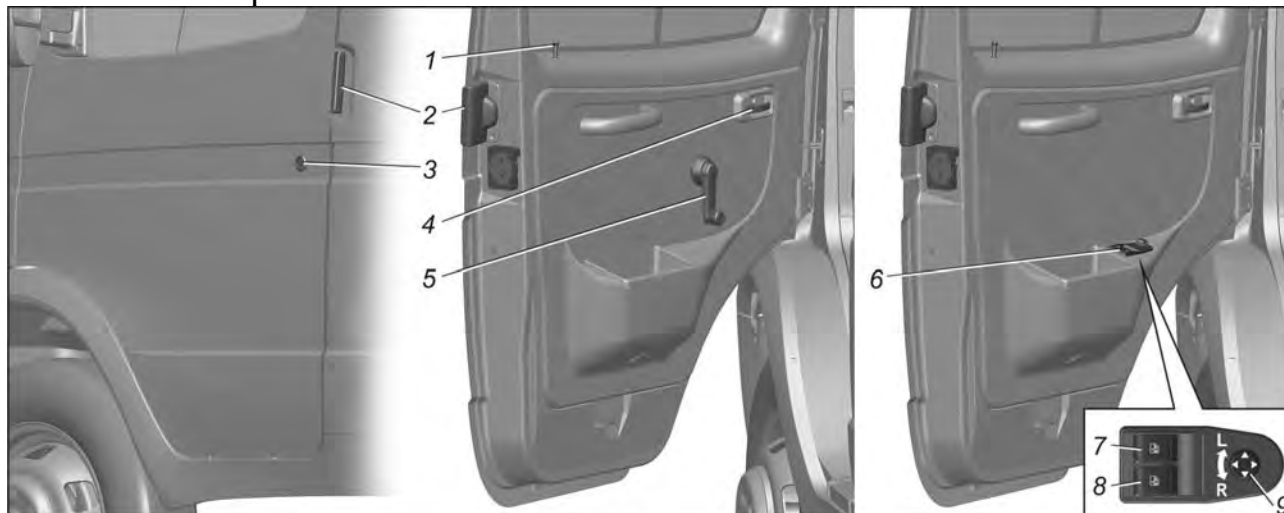

Рис. 6.1. Двери кабины:
**Двери.** Для открывания дверей кабины снаружи необходимо потянуть ручку 2 (рис. 6.1) на себя. Двери снабжены замками. Левая дверь запирается снаружи ключом, вставляемым в выключатель 3 замка.
Двери кабины оборудованы механическими стеклоподъемниками; управление стеклоподъемниками осуществляется ручками 5 (рис. 6.1).
Регулировка оптического элемента зеркал с электромеханическим приводом осуществляется джойстиком 9 (см. рис. 6.1) управления зеркалами в необходимое положение.